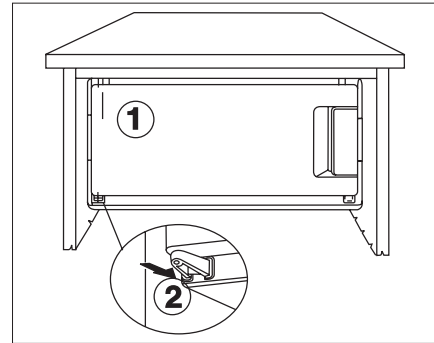

Abb. 9
- Unteren Scharnierträger in Scharnierzapfen einführen und in das Scharnierloch drücken bis er einrastet. (Bild 9).